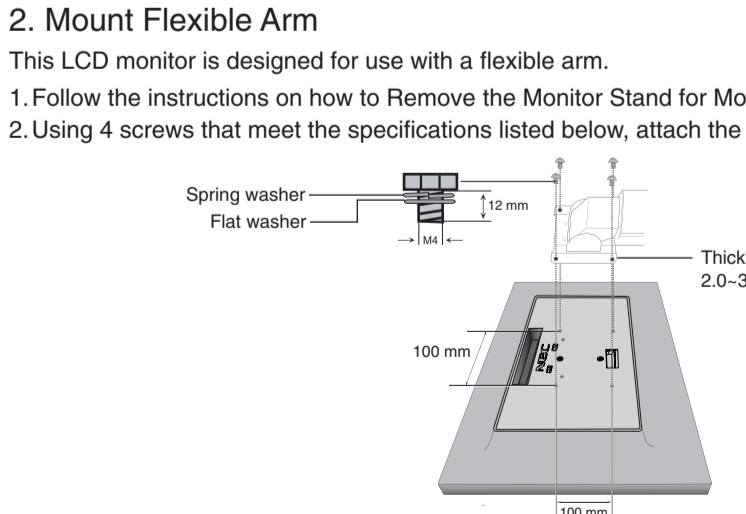

Figure F.1
- Using 4 screws that meet the specifications listed below, attach the arm to the monitor (Figure F.1).
2. Befestigen Sie den Tragarm mit 4 Schrauben, die den nachfolgend aufgeführten Spezifikationen entsprechen, am Monitor (Abbildung F.1).